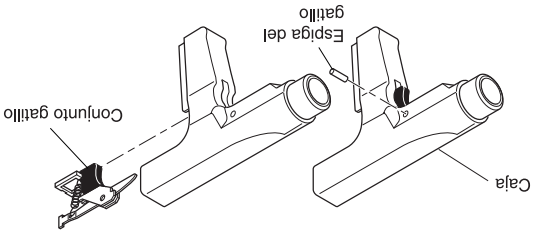

Figura 10 - Retiro de la espiga y del conjunto gatillo
1. Retire la caja la espiga del gatillo con un martillo y un punzón (vea la Figura 10)